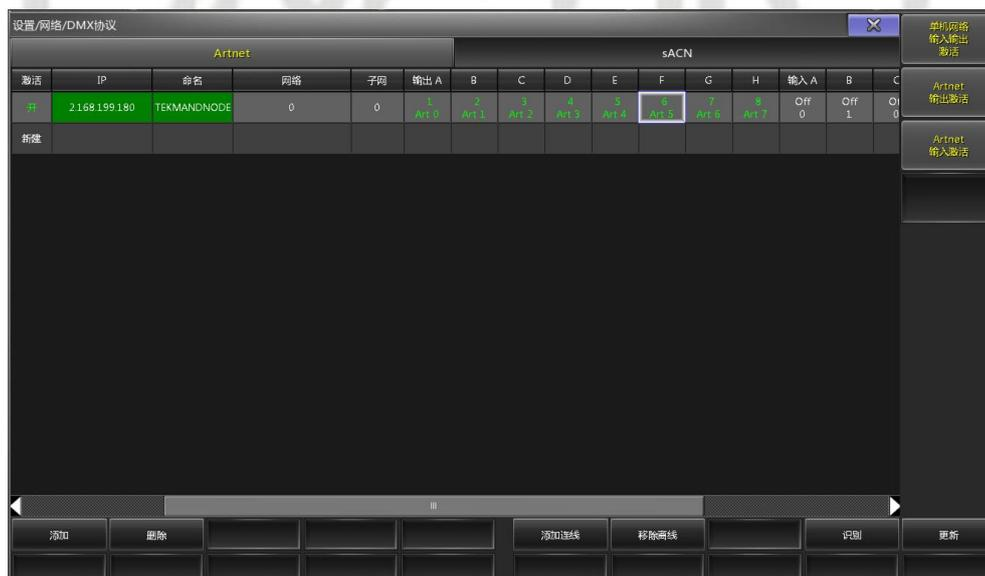

图 4.2-2
- 设置-网络-DMX 协议进入 DMX 协议窗口，如图 4.2-2。